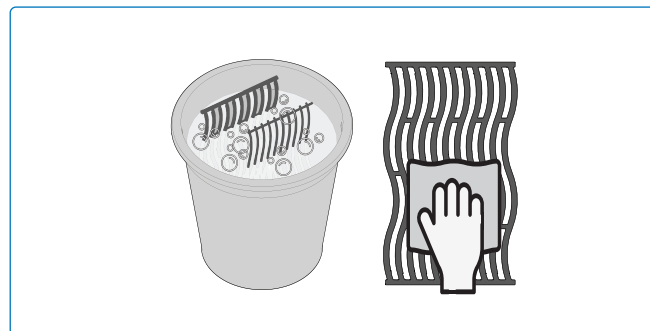

Рис. 7
2. Тщательно промойте горячей водой и вытрите насухо мягкой тканью, чтобы предотвратить попадание влаги в чугун (рис. 7).